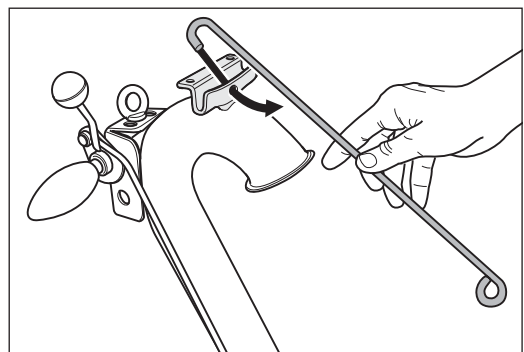

Abb. 12 Die Kabelstütze in die Konsole am Führungsrohr einhängen.
- 6 Hängen Sie die Kabelstütze in die Konsole an der Oberseite des Führungsrohrs ein (Abb. 12).